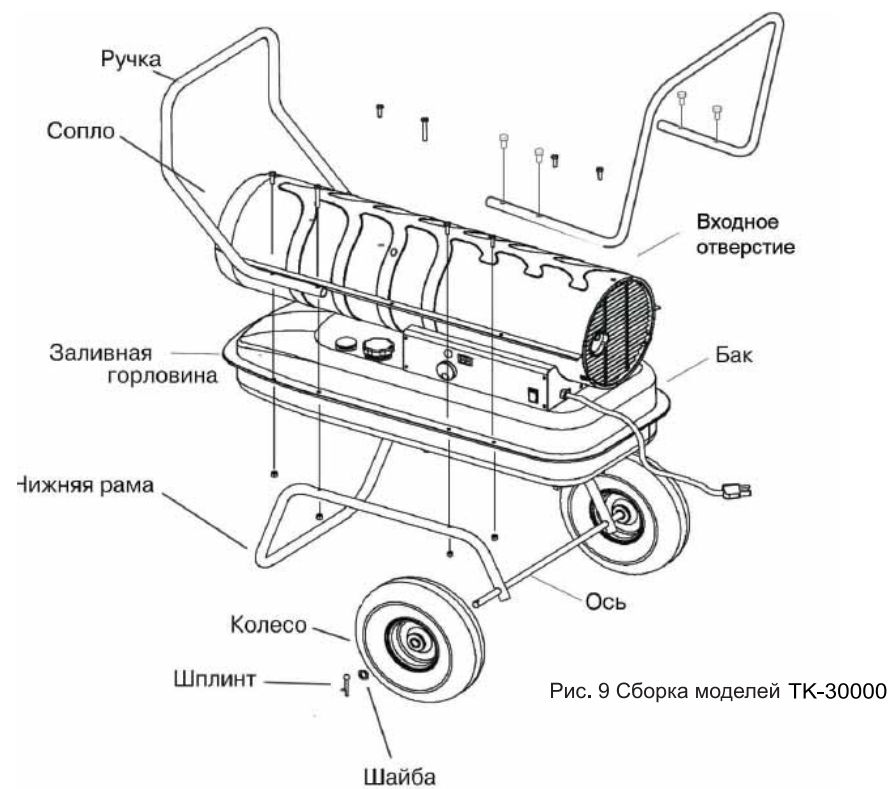

Рис. 9 Сборка моделей ТК-30000
1. Пропустить колесную ось через опорную раму для колес. Установить колеса на ось, повернув колесную втулку по направлению к опорной раме. (См. Рис. 9).